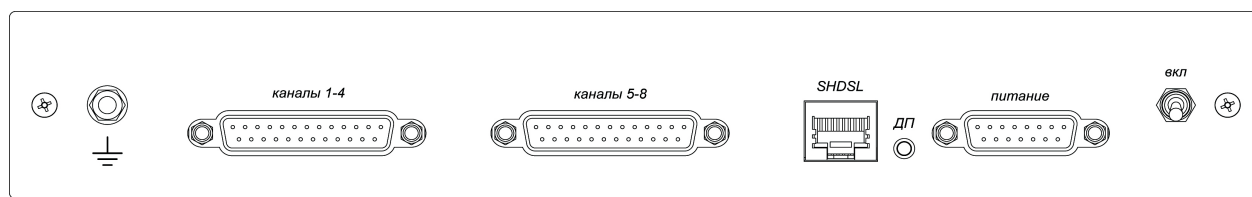

Рисунок 2 - Задняя панель аппаратуры ИКМ 60/8 С/Т
На задней панели, (см. рисунок 2) показаны:
- Заземлить корпус ИКМ-8/16 проводником диаметром не менее 1,4 мм. Винт заземления „┐“ расположен на задней панели (рисунок 2).